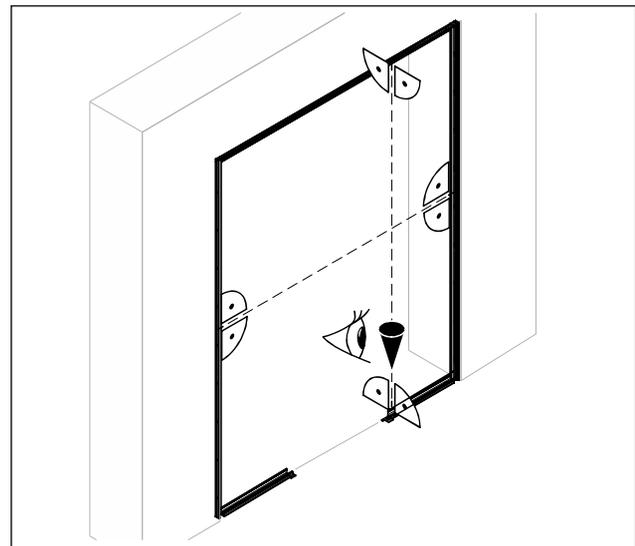

Abb. 18 Die Flucht der Anlage markieren
1. Die Flucht der Anlage (Abb. 18) am Boden z. B. mit einer Schlagschnur markieren.